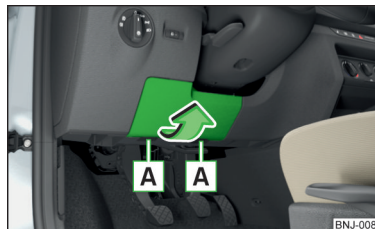

Abb. 190
- Die Abdeckung des Sicherungskastens in Pfeilrichtung abnehmen » Abb. 190.